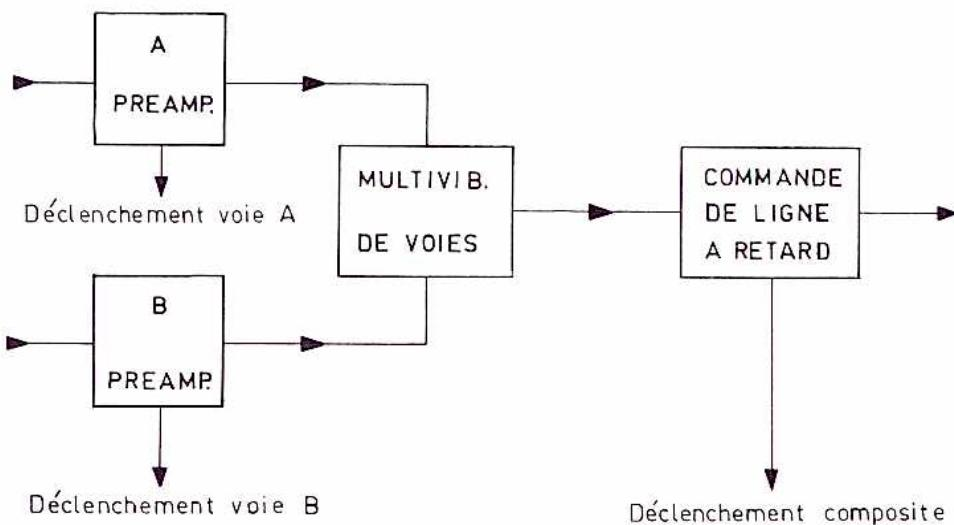

Fig. 19.
*Remarque: Si on emploie le déclenchement mixte en fonctionnement bivoie (commuté ou alterné) et qu'un seul signal est fourni (à l'entrée A ou B), on ne peut obtenir un déclenchement stable. C'est normal vu que la source de déclenchement est également commutée de A à B (voir figure 19.)*